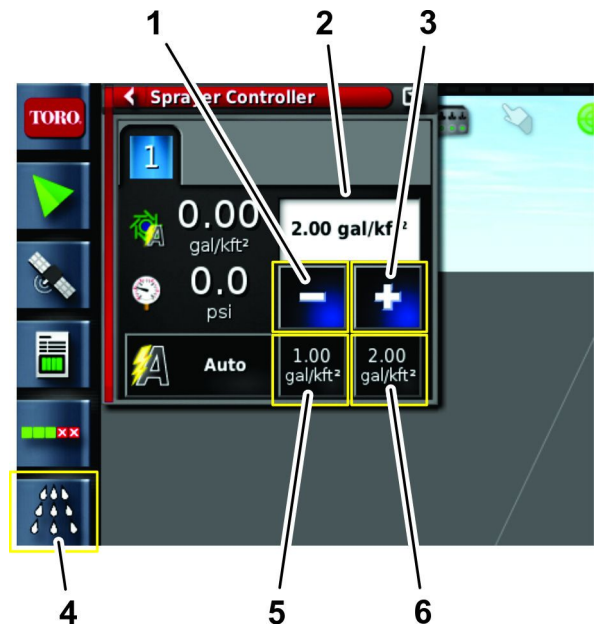

Bild 180
10. Geben Sie mit den Symbolen für die voreingestellten Werte, für das Erhöhen oder Verringern die gewünschte Dosierung ein oder wählen Sie das Symbol für die aktuelle Solldosierung (Bild 180).